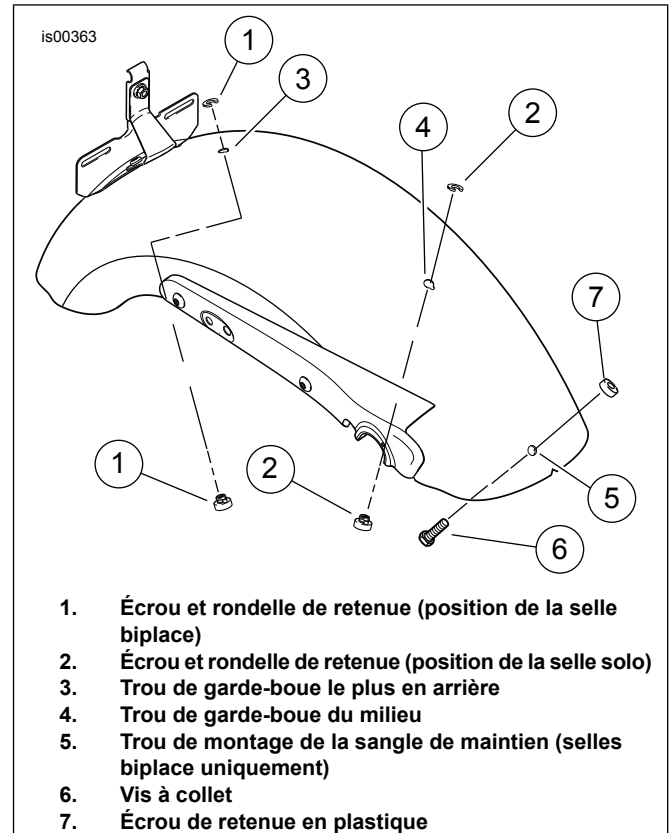

Figure 1. Emplacement de l'écrou de retenue
5. Voir Figure 1. Retirer le bouchon en plastique du trou de garde-boue le plus en arrière (3).
6. Retirer l'écrou et la rondelle de retenue (1) de selle du trou de montage de la selle solo.